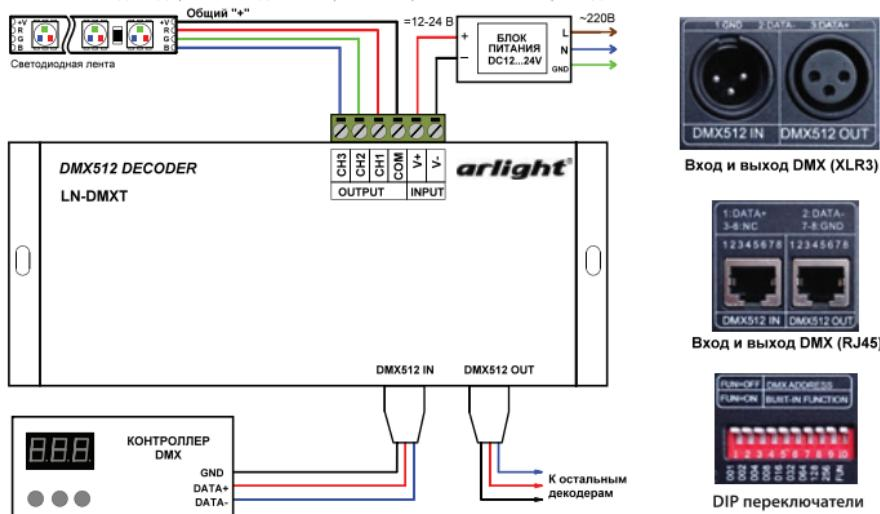

Рис.1. Схема подключения декодера, органы подключения и управления.
- 3.3. Подключите светодиодную ленту или другой совместимый светодиодный источник света к выходу **OUTPUT** декодера, соблюдая полярность и расположение проводов (Рис.1).